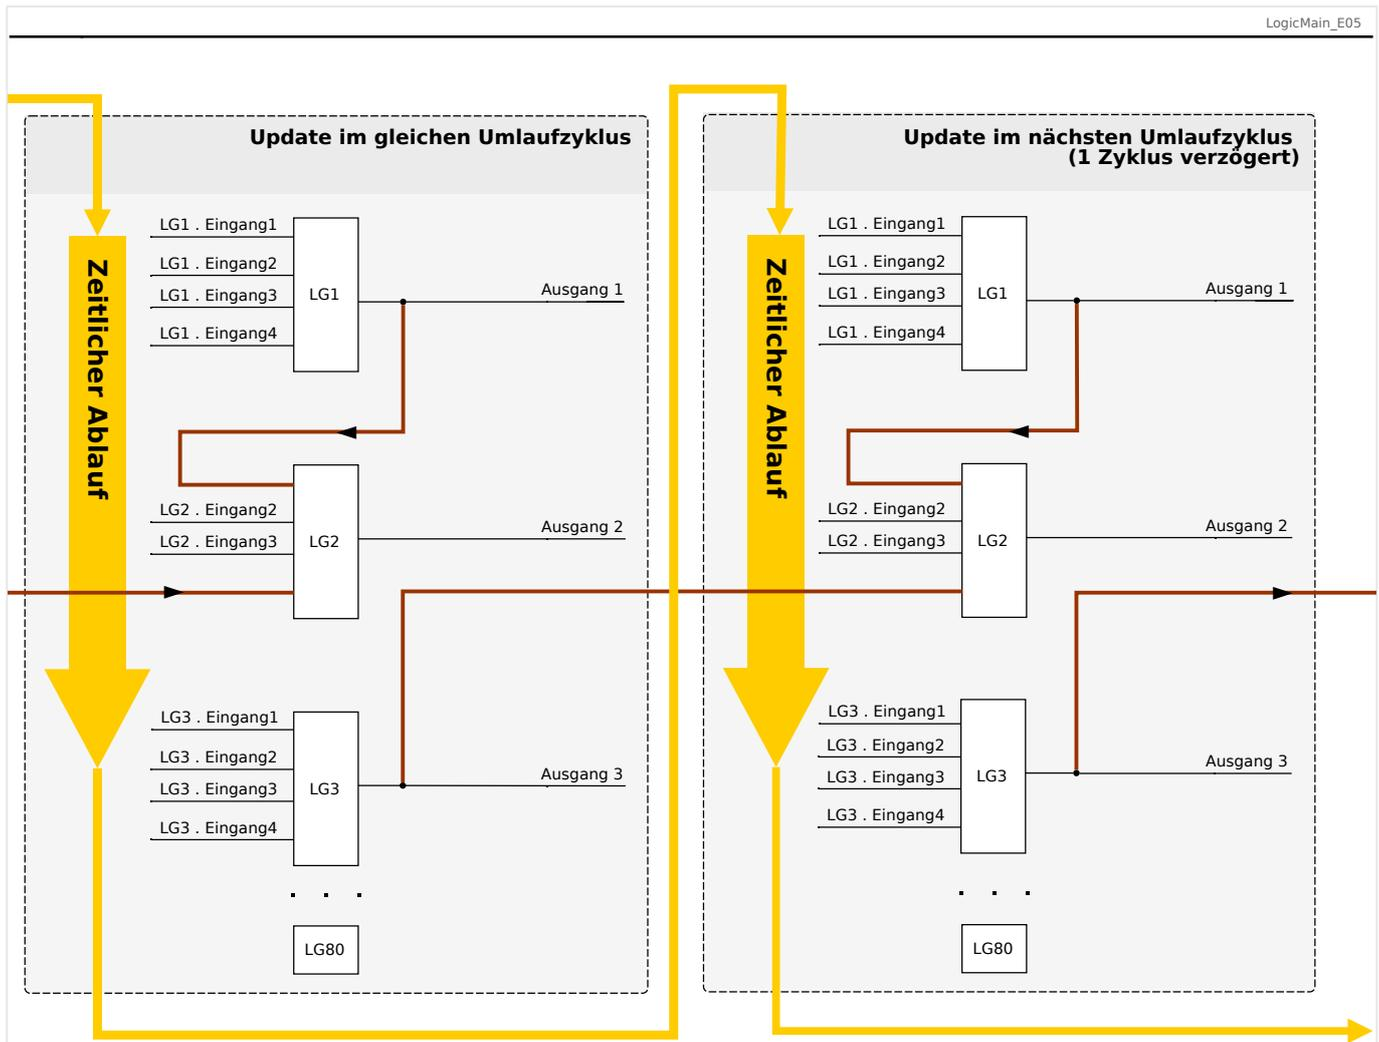

Abb. 84: Kaskadierung in absteigender Reihenfolge.
- Kaskadierung in **absteigender** Reihenfolge bedeutet, dass der Ausgang einer Logikgleichung auf den Eingang einer Logikgleichung mit **niedrigerer** Nummer rangiert wird. Das Diagramm  Abb. 84 zeigt ein Beispiel, bei dem der Ausgang von LG3 auf einen Eingang von LG2 rangiert wird.
Bei der Konfiguration des Schutzgerätes bestehen keinerlei Einschränkungen oder Unterschiede zwischen aufsteigender und absteigender Reihenfolge. Da allerdings während der Laufzeit des MRM4 die Logikgleichungen in aufsteigender Reihenfolge ausgewertet werden, haben die resultierenden Ausgangswerte, die am Eingang der Logikgleichung anstehen, ein unterschiedliches „Alter“, wie in  Abb. 83 und  Abb. 84 veranschaulicht wird.
Das in Abb. 84 gezeigte Beispiel zeigt eine Konfiguration von „Logikgleichung 2“, die den Ausgang von zwei weiteren Logikgleichungen, „Logikgleichung 1“ und „Logikgleichung 3“, als Eingangszustände verwendet. Hierbei ist der Ausgang von „Logikgleichung 1“ in aufsteigender Reihenfolge verwendet, sodass der Wert in jeweils demselben Prozesszyklus ermittelt wird. Der Ausgang von „Logikgleichung 3“ wird in absteigender Reihenfolge verwendet, sodass der Wert in dem jeweils vorherigen Prozesszyklus ermittelt wurde.